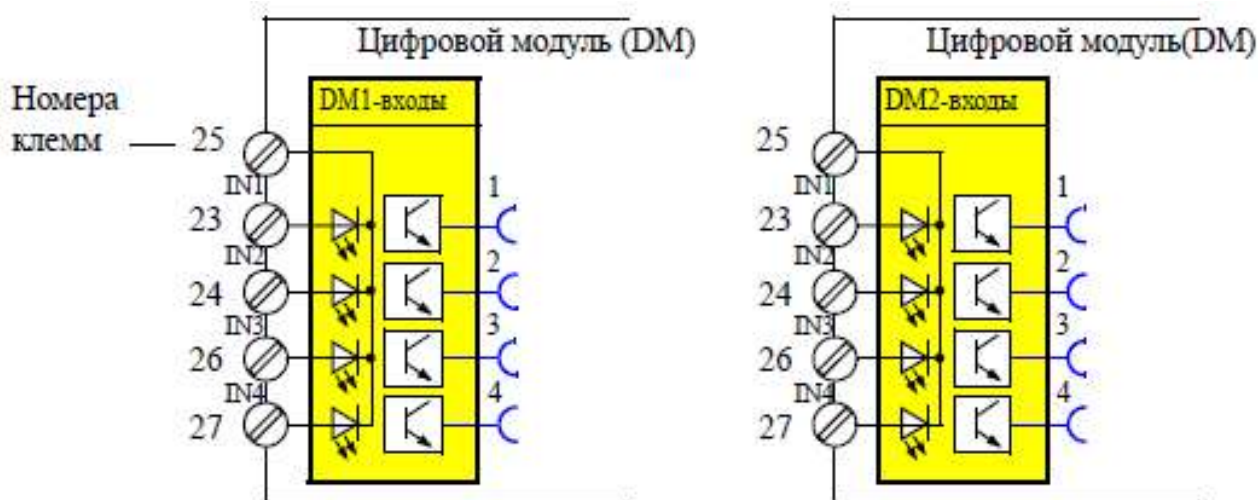

Рис. 4.15. Функциональные блоки «DM-входы»
Функциональные блоки «DM-входы» могут использоваться только при условии, что соответствующие цифровые модули (DM) подключены и предусмотрены проектом в конфигурации аппаратов. Каждый функциональный блок «DM-входы» состоит (рис. 4.15):